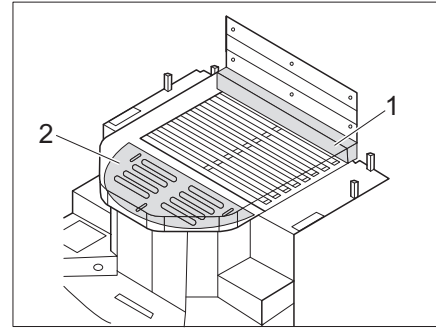

Fig. 174 Cama con extensión de colchón (con colchón adicional y tabla extraíble)
- Colocar el colchón adicional (Fig. 174,1) en la parte delantera de la cama tamaño queen.
- Sacar la tabla extraíble (Fig. 174,2).